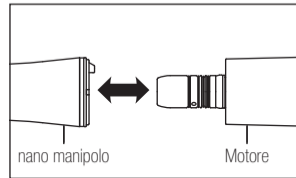

Fig. 1
- 1) Collegare il manipolo direttamente al motore (Fig. 1). Avvitare il manipolo finché non scatta e si blocca in posizione.